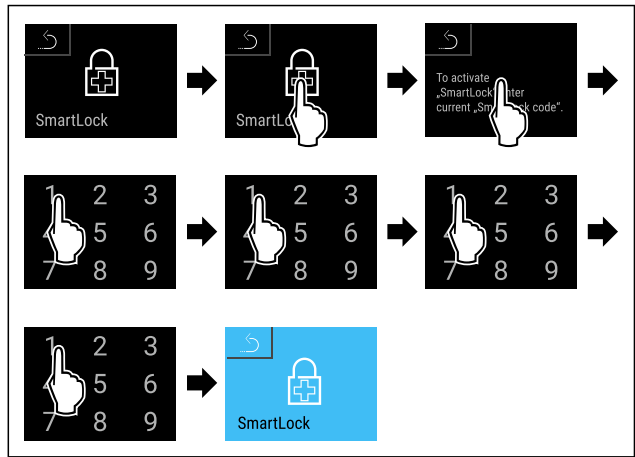

Fig. 83
- ▶ Suivre les étapes (voir Fig. 83) .